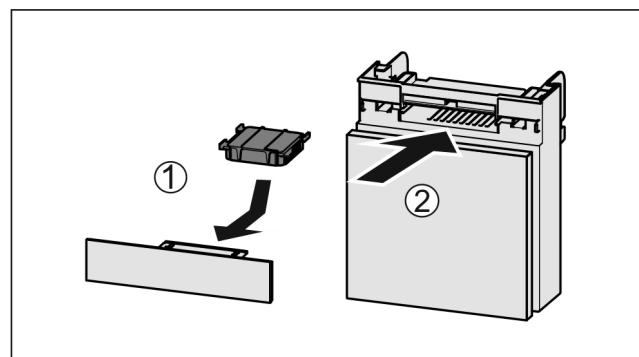

Fig. 169
- Вставити фільтр з активованого вугілля за малюнком Fig. 169 (1).
- Вставити відділення Fig. 169 (2).